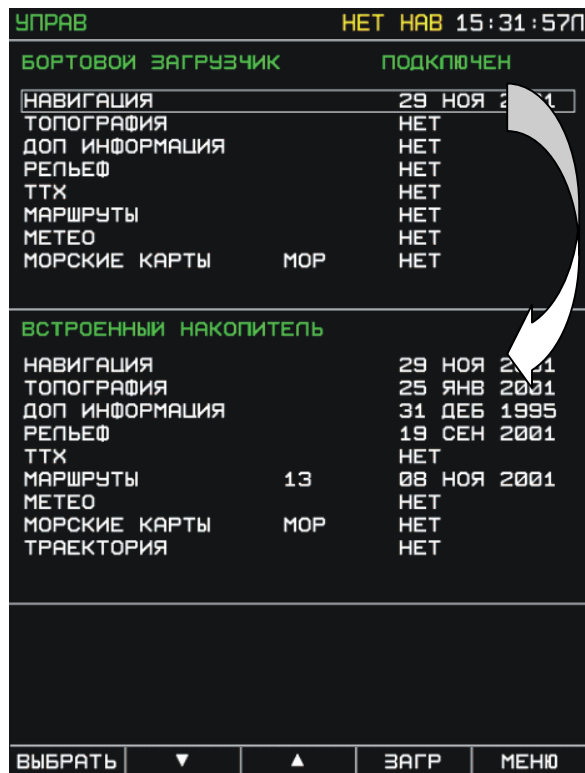

Рис. 33. Вид дисплея с обновленной навигационной базой изделия
9. Убедитесь, что дата аэронавигационной информации, загруженной в изделие АБРИС, обновилась (Рис. 33).
10. Выйдите в режим **МЕНЮ**, нажав кнопку **МЕНЮ** (Рис. 33)